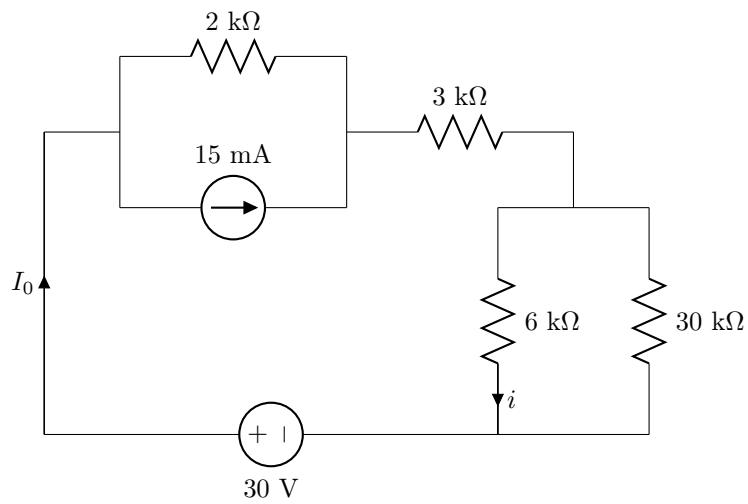

Figura 2.5: Circuito del problema 5.
5. Si en el circuito de la figura 2.5  $I_0 = 6 \text{ mA}$ , halla  $i$  usando el divisor de corriente.